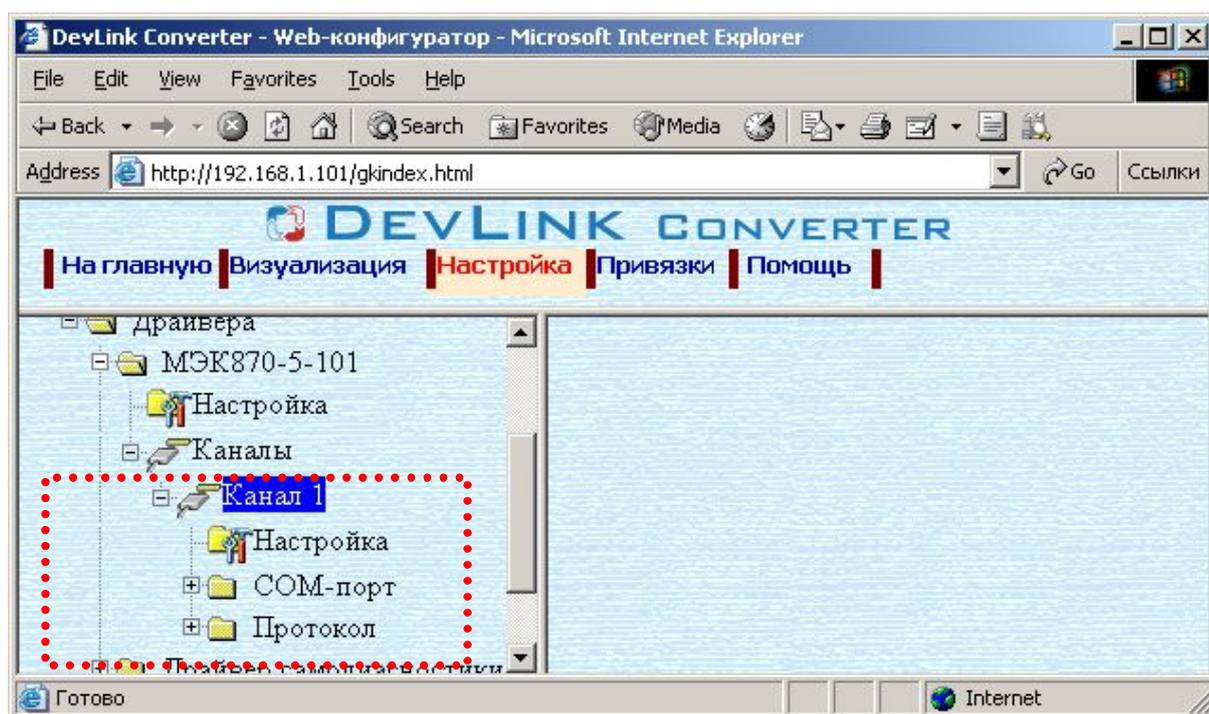

Рисунок 3.3 – Поддерево нового канала драйвера
- Нажмите на кнопку «*Добавить канал*». В результате будет произведено добавление канала. Дерево объектов будет обновлено. Папка «Каналы» драйвера должна содержать поддерево, относящееся к новому каналу (рисунок 3.3).